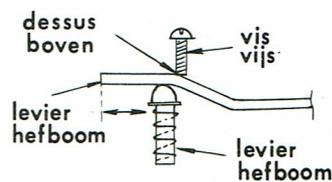

Fig. 5
1. Garder le bras sur son support et placer le levier cue (face avant) dans sa position haute et fixer à l'aide de la vis A (fig.5) dans le sens horaire ensuite lâcher 2 tours.
Ajuster la hauteur de l'aiguille à 5-6mm au dessus du disque à l'aide de la vis A de la fig. 5.